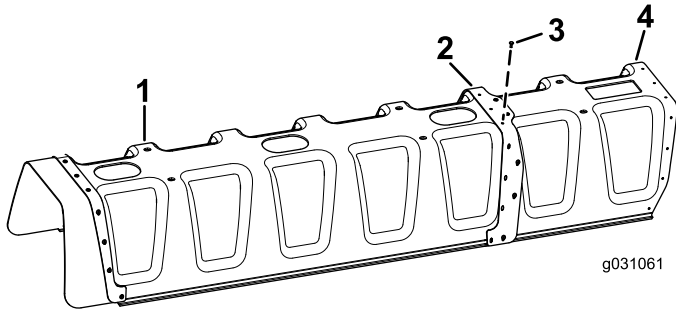

Figura 6
2. Instale 11 remaches ciegos (3/16" x 1/2") y arandelas (3/16") en la pletina de refuerzo para conectar la cubierta de 11 boquillas a la de 12 boquillas (Figura 6).